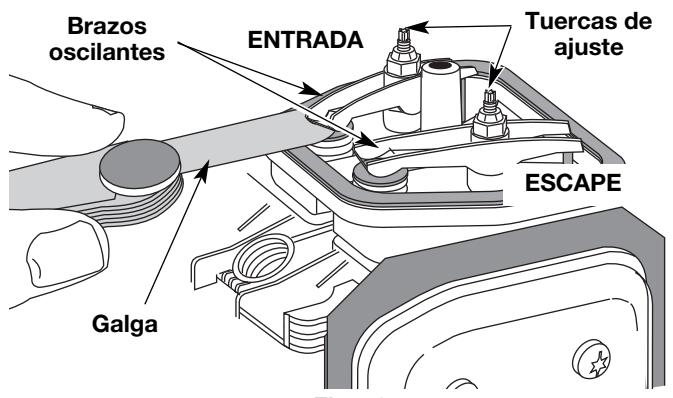

Fig. 43
El huelego recomendado para las válvulas de entrada y de escape es 0,076 – 0,152 mm (0,003 – 0,006 pulgadas). Use un calibrador regular de automóvil de 0,127 mm (0,005 pulgadas). El calibrador debe deslizarse entre el balancín y el vástago de la válvula con una ligera cantidad de resistencia, sin doblarse (Fig. 43 y 44).
9. Deslice la galga entre el brazo oscilante y el resorte de retorno de la válvula. Mida el huelego entre el vástago de la válvula y el brazo oscilante (Fig. 43). Realice esto en las válvulas de entrada y de escape.